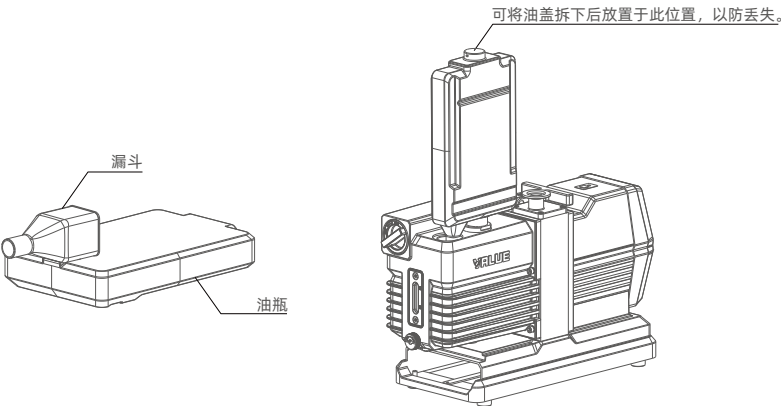

图8
将加油漏斗安装在油壶上，拧开加油塞，如图8所示加油（注意放油旋钮是关闭状态），加完油后关闭加油塞，油壶归位到泵底板。
- 1) 如图8所示，先将真空系统和进气嘴的连接分离；